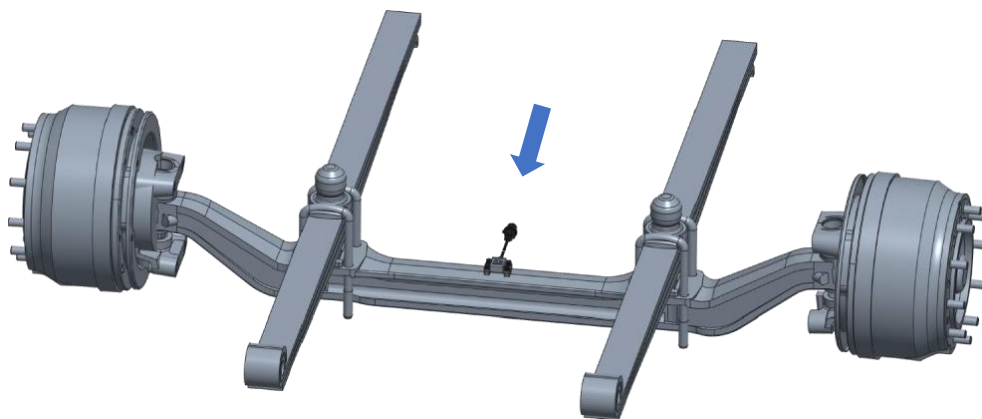
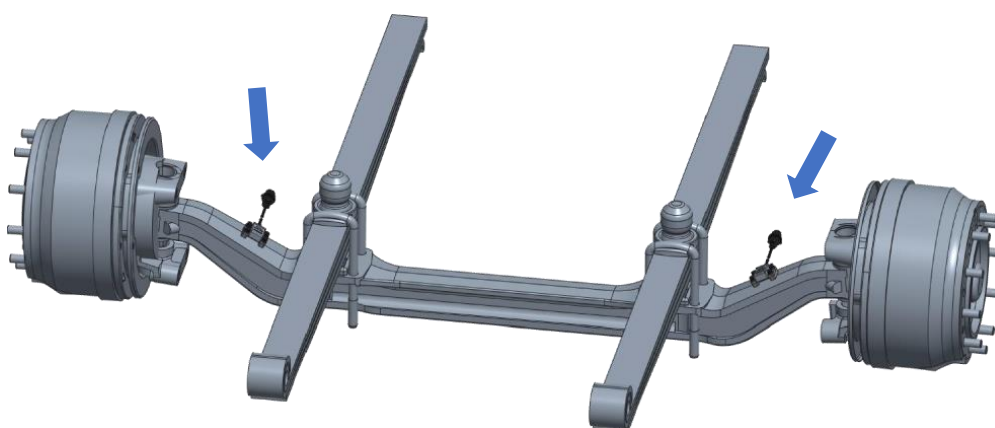

рис. 3.3. Установка контроллера в центре переднего моста
рис. 3.4. Установка двух контроллеров на передний мост
- Если передний мост не является ведущим, то можно установить контроллер либо в центре моста (рис. 3.3), либо по краям (рис. 3.4).